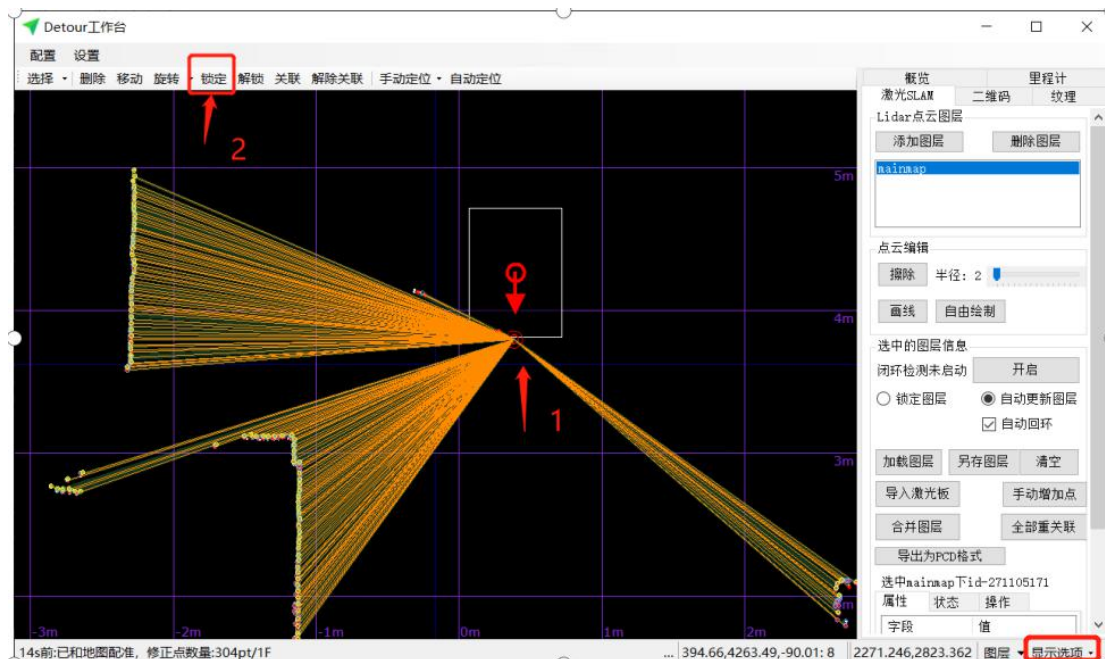

图 15
3) 过一会儿，激光雷达前方会出现一个红色小圆圈，表示成功建立了一个关键帧，鼠标点击这个小圆圈，然后点锁定，如图 15 所示。